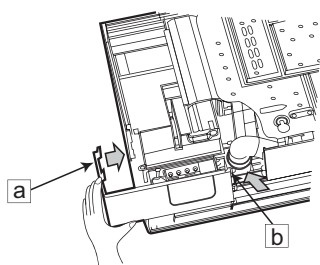

图14-1
(1) 连接盖板拆去顺序
用手将面框右下角风室下盖板 ①、② 处的勾子沿箭头方向拉，将风室下盖板取出。（如图14-1）